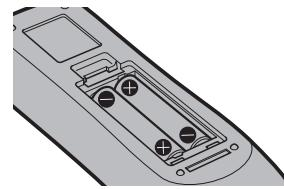

Abb. 2
- 2) Legen Sie die Batterien ein und schließen Sie den Deckel (legen Sie zuerst die \ominus -Seite ein). (Abb. 2)